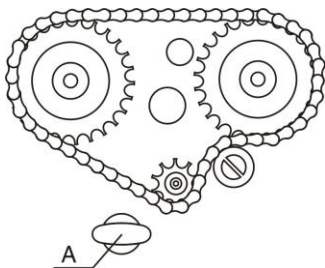

Рис. 2
Станок оборудован принудительной автоматической системой подачи заготовки. Система состоит из зубчатого спирального и обрешиненного роликов. Скорость подачи – двухступенчатая. Под кожухом (6) находится рычаг регулировки (А) (смотри Рис. 2). При нажатом рычаге скорость составляет 7,3 м/мин (для быстрого, но более грубого строгания), при отжатом – 4,7 м/мин (для медленного, но более чистого строгания).